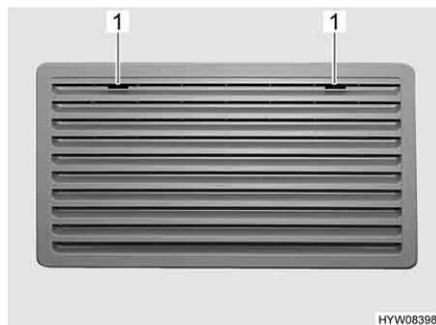
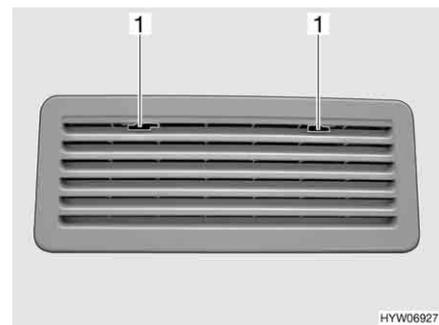

Fig. 222 Rejilla de ventilación del frigorífico (Thetford grande)
Fig. 223 Rejilla de ventilación del frigorífico (Thetford pequeño)
- Deslizar el bloqueo (Fig. 222,1 ò Fig. 223,1) hacia el centro.